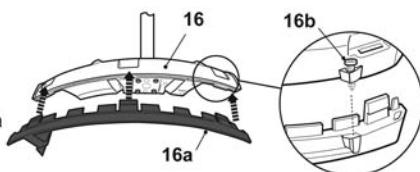

Fig. 6
- > En mode coupe avec la tête de coupe, poser le rebord [16a] sur la protection [16] en faisant glisser les trois pattes dans les fentes correspondantes (Fig. 6), et en vissant la vis [16b].